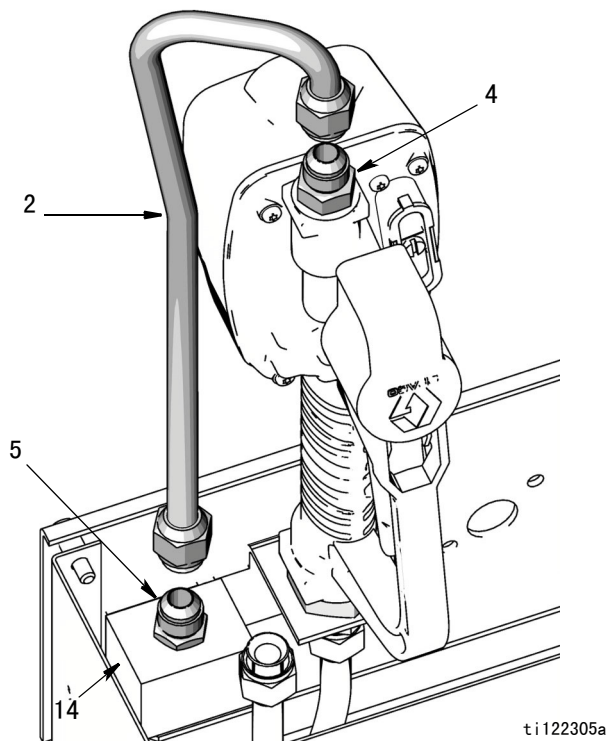

图 16
- 将流体出口管 (2) 连接到歧管 (14) 上的接头适配器 (5) 和流体出口接头 (4) 上 (图 16)。用手将两个接头拧紧。然后用扳手分别拧紧各接头。